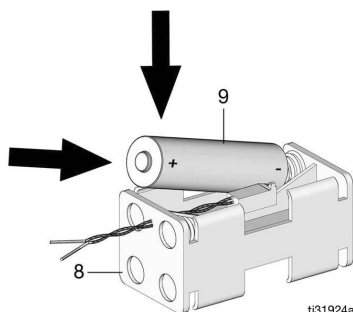

FIG. 11
3. Retirer les quatre piles AA du support de piles (8). Jeter les piles dans un collecteur homologué pour l'élimination des piles.
4. Insérer quatre piles alcalines AA (9) dans le support de piles (8) comme illustré à la FIG. 11. Vérifier que les piles sont à plat dans le support.